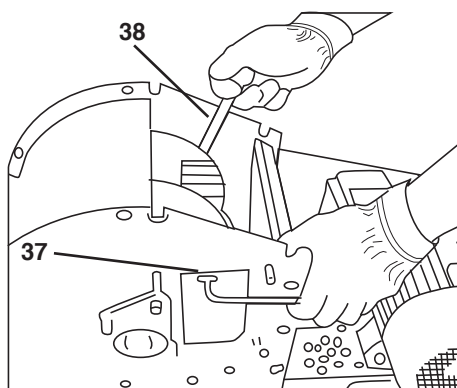

Figure 31
- Tourner le rotor de façon à ce qu'un axe du marteau soit visible par l'orifice (voir « Figure 31 »).
- Desserrer et dévisser la vis à tête conique (**37**) (SW 6) sur l'axe du marteau (voir « Figure 31 »).
- De l'autre côté de la vis à tête conique, une surface de clé se trouve sur l'axe du marteau qui peut être tenue avec une clé à fourche (38) (SW 13) (voir « Figure 31 »).